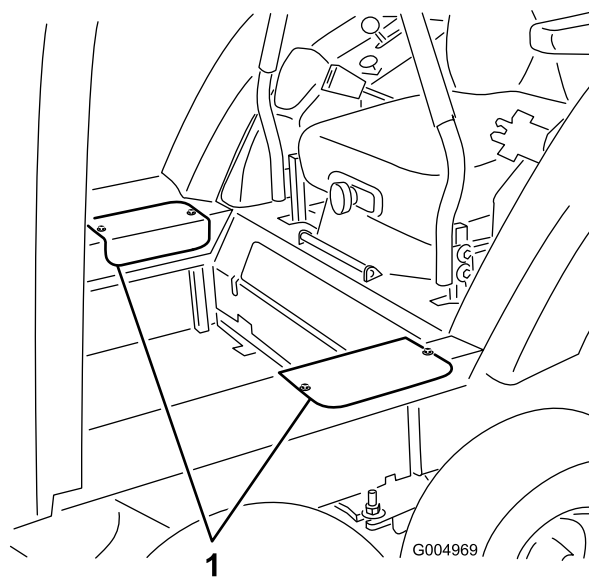

Рисунок 55
27. Установите боковые крышки доступа, используя ранее снятые винты (Рисунок 55).